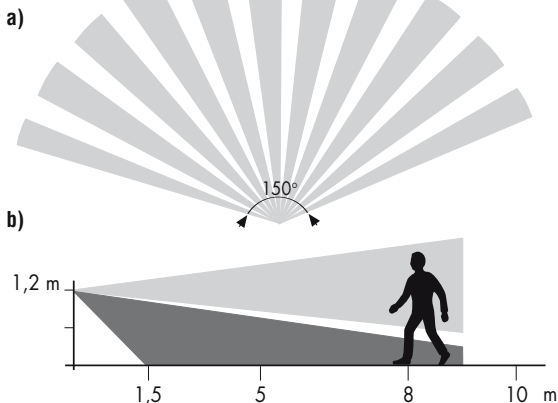

Fig. 2
- Installation to control the load from one detecting spot (Fig. 2)
- Installation pour la commande de la charge à partir d'un point de détection (Fig. 2).
- Instalación para mandar la carga desde un punto de detección (Fig. 2)
Legenda fig. 2/3